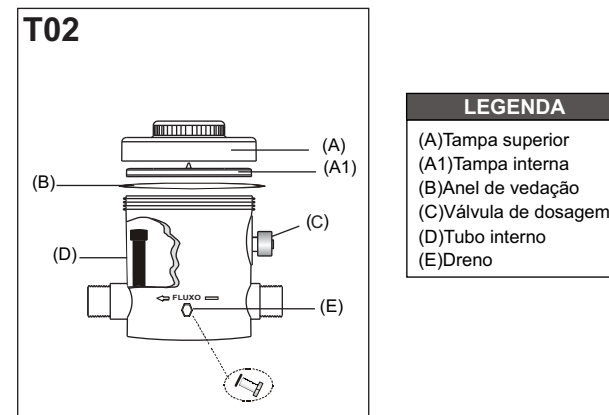

Fig. 03
Acompanhe o funcionamento do dosador analisando diariamente o residual de cloro livre na água da piscina e ajustando a válvula de dosagem (C, fig. 03) para que esse residual se mantenha sempre entre 2 e 4 ppm (piscinas residenciais) ou no nível determinado pela autoridade sanitária competente (piscinas coletivas).
- Gire a válvula (C, fig.03) no sentido anti-horário.
- Gire a válvula (C, fig.03) no sentido horário.
Feche a válvula de dosagem de cloro (C, Fig. 03) durante as aspirações da piscina para evitar entupimento da mesma.
Inspeção periodicamente o anel de borracha da tampa (B, Fig 03). Em caso de necessidade, substitua-o.
No caso de vazamento na válvula de dosagem de cloro (C, fig. 03), proceda à troca dos seus anéis de borracha conforme as seguintes instruções:
2. Instale o DOSADOR GENCO® observando o esquema de conexões abaixo. Cuidado para não inverter o dosador; observe a seta indicando o sentido do fluxo (← FLUXO →) no corpo do dosador; a válvula de dosagem de cloro (C, fig. 03) deverá estar voltada para o lado de onde procede a água do filtro, logo em seguida à válvula de retenção. Evite aperto excessivo das conexões.
(As letras entre parênteses referem-se à ilustração da fig. 03)